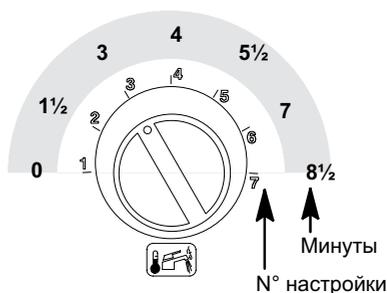
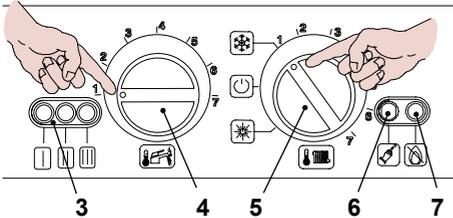
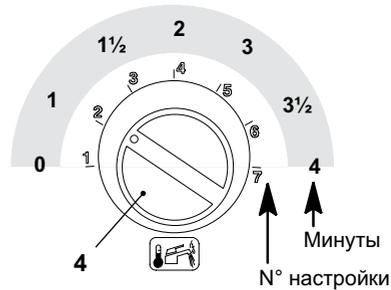
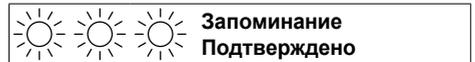

рис. 5.26
рис. 5.27
рис. 5.29
рис. 5.30
- Чтобы задать время повторного включения, сигнальные лампы 3 в рис. 5.27 должны выглядеть, как в рис. 5.25 (условные обозначения сигнальных ламп даны на 7)
- Если такая последовательность не появляется, нажимайте кнопку перезагрузки 6 в рис. 5.27 пока не появится соответствующее окно.
Чтобы просмотреть заданные параметры, нажмите и придержите кнопку перезагрузки 6 в рис. 5.27 в течение 5 секунд. Сигнальные
лампы 3 в рис. 5.27 вспыхнут количество раз, соответствующее настройке (рис. 5.26).
- Чтобы изменить настройку, поверните регулятор температуры сантехнической воды 4 в рис. 5.27 и установите его на желаемое время рис. 5.26 (на рисунке регулятор установлен в положение для повторного включения через 3 минуты), сигнальная лампа блокировки 7 в рис. 5.27 быстро мигает.
бойлер с помощью двухполюсного выключателя; сигнальная лампа 3 в рис. 5.27 будет мигать с интервалом в 4 секунды.
- Поверните переключатель 5 как показано на рис. 5.27 ; сигнальная лампа 3 будет мигать с интервалом в 2 секунды.
- Удерживайте нажатой кнопку перезагрузки 6 в рис. 5.27 в течение 10 секунд, лампа блокировки 7 в рис. 5.27 начинают мигать.
- Чтобы настроить время пост-циркуляции насоса, сигнальные лампы 3 в рис. 5.27 должны выглядеть, как на рис. 5.28 (условные обозначения сигнальных ламп даны на стр. 7)
- Если такая последовательность не появляется, нажимайте кнопку перезагрузки 6 в рис. 5.27 пока не появится соответствующее окно (1 раз).
Чтобы пересмотреть заданные параметры, нажмите и придержите кнопку перезагрузки 6 в рис. 5.27 в течение 5 секунд. Сигнальные лампы 3 в рис. 5.27 вспыхнут количество раз, соответствующее настройке (рис. 5.29).
4 в рис. 5.27 и установите его напротив заданного времени рис. 5.29 (в примере регулятор установлен на пост-циркуляцию в одну минуту), сигнальная лампа блокировки 7 в рис. 5.27 быстро мигает.
Чтобы внести в память настройку, нажмите кнопку перезагрузки 6 в рис. 5.27 в течение 5 секунд, сигнальные лампы 3 в рис. 5.27 вспыхнут все вместе и будут мигать, см. рис. 5.30 (условные обозначения ламп на стр. 7)